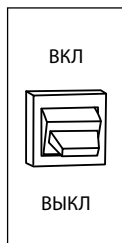

рис. 12
В аварийной ситуации для остановки двигателя генератора переведите выключатель зажигания в положение «ВЫКЛ» (рис. 12).
5. Установите выключатель зажигания в положение «ВЫКЛ» (рис. 12).